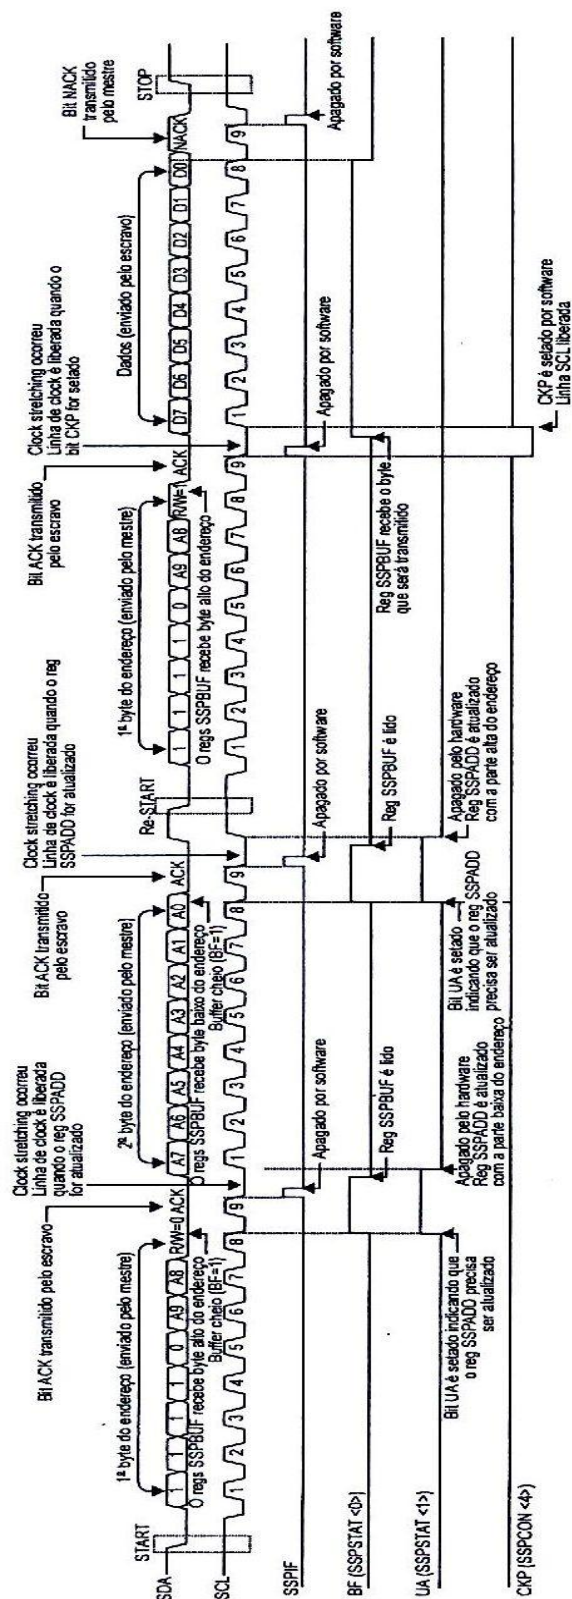

Figura 8.36: Temporização I²C modo Escravo na transmissão e endereço de 10 bits.
a) Detalhando uma transmissão com endereço de 10 bits (Figura 8.36):
- IV) Neste momento (oitavo pulso de clock), o endereço recebido pelo registro SSPSR é automaticamente comparado com o armazenado no registro SSPADD. Se diferente, a comunicação do lado escravo é resetada (ACK = 1) e o mesmo ficará aguardando um novo START. Se igual, o bit BF (SSPSTAT<0>) é setado informando que um valor foi transferido para o registro buffer SSPBUF (BF será apagado (0) logo assim que o registro SSPBUF seja lido). O bit UA (SSPSTAT<1>) é setado indicando que o endereço deve ser atualizado.